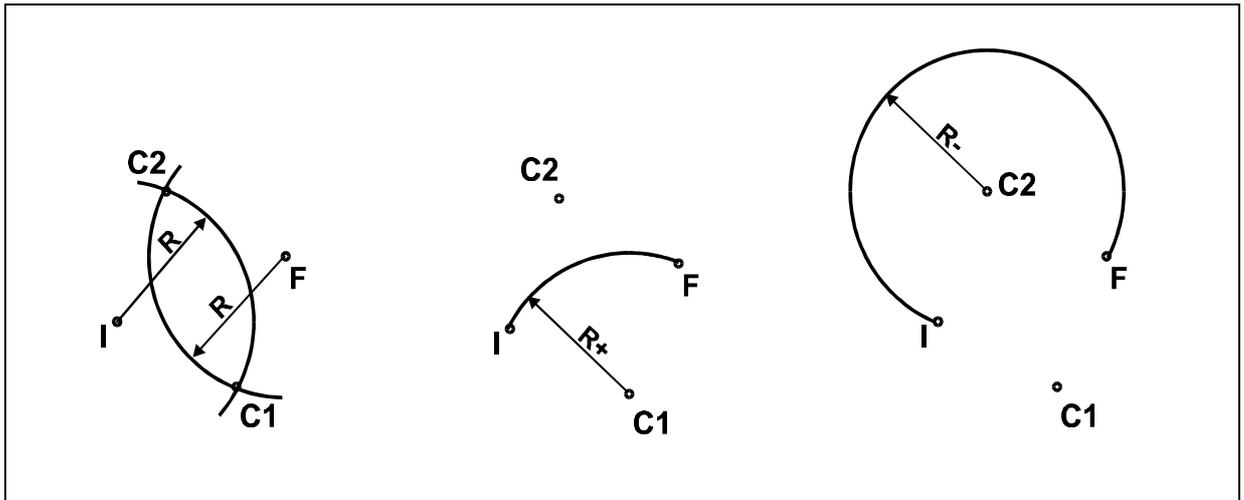

Figura 2.13 – Possibilidades de G2.
Quando se trabalha com o raio, tem-se duas possibilidades de solução, sendo uma com arco menor que 180° (**R0+**) e outra com mais de 180° (**R0-**). A situação mais comum é a de menor percurso. Na *figura 2.13* à esquerda estão ilustrados os pontos inicial (I) e final (F) do arco a ser executado com raio R e também estão marcados os dois possíveis centros C1 e C2.
No desenho central da **figura 2.13** foi desenhado um arco de circunferência horário com centro em C1, partindo do ponto I e chegando no ponto F. Esse é um arco com menos de 180° de abertura e, portanto, de menor percurso.